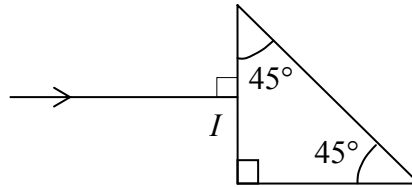

Figure 10 : prisme du périscope
5.1/ Les deux prismes du périscope sont identiques, seule leur orientation diffère ; ils sont constitués d'un verre d'indice $n = 1,5$ et sont plongés dans l'air d'indice 1 (figure 10) :
On considère le rayon incident arrivant sous incidence normale sur la face d'entrée de l'un des prismes. Refaire sur la copie le schéma de la figure 10 en le complétant (dessiner la « suite » du rayon). Justifier soigneusement par un calcul les constructions au niveau de chaque interface.